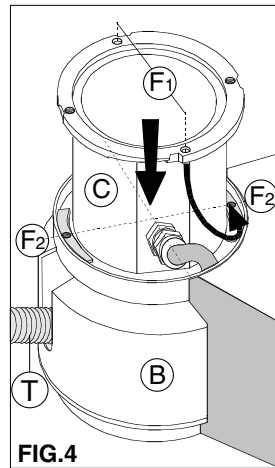

FIG.4
- Togliere il coperchio **A** dal pozzetto, inserire il corpo apparecchio **C** nel pozzetto, ruotandolo in modo da permettere l'inserimento del pressacavo ed il posizionamento dello stesso in prossimità dei fori di ingresso cavi; il tutto agendo con movimenti abbinati di inserimento e rotazione.**FIG.4**
- Incassare completamente l'apparecchio fino a battuta sede pozzetto e posizionarlo in modo che i fori **F1** vadano in corrispondenza dei fori **F2**. **FIG.4**
- Place in the proper holes in the housing, the tube or the corrugated tubes **T**, in case of cascade connections, for the passage of main cables **F**. **FIG.4/5**
- Remove the cover **A** from the housing put the body **C** in the housing, rotating it so as to allow the insertion of the cable gland and positioning of it in proximity of the inlet holes.**FIG.4**
- Recess completely the fitting since it goes at same level of the housing, positioning it in order to put **F1** holes in correspondence with holes **F2**. **FIG.4**